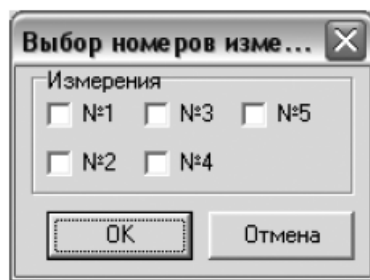

Рис.6.7.7 Диалоговое окно сохранения измерений
6.7.5.5 Нажать кнопку «Сохранить измерения на компьютере». В появившемся диалоговом окне (см. Рис. 6.7.7) выбрать номера измерений для сохранения их в ПК и нажать кнопку «ОК».